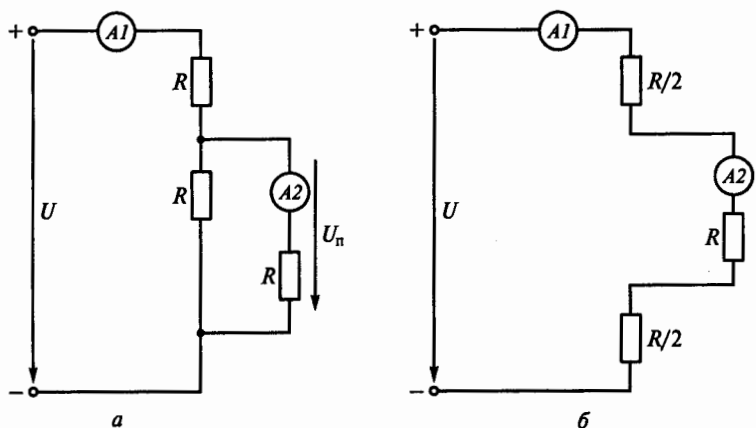

Рис. 277
**Решение 1.31.** До размыкания ключа  $K$  заданная схема имеет вид, показанный на рис. 277, а. Сопротивление параллельного участка цепи равно  $R/2$ , а всей цепи  $3R/2$ . Находим ток, измеряемый  $AI$ :
После размыкания ключа  $K$  заданная схема будет иметь вид, показанный на рис. 277, б.